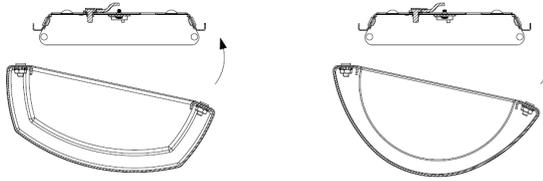

Figure 2
6. Soulever le boîtier (2) du ballast d'une main et de l'autre placer les fils dans la boîte de jonction.
8. Placez le commutateur (5) sur la position correspondant à la température de couleur souhaitée : 30K (lumière chaude), 40K (lumière froide) or 50K (lumière du jour).
9. Installez le diffuseur (4) - fixez un côté du diffuseur au boîtier, puis l'autre côté comme illustré à la fig. 2. Vérifiez que le diffuseur est engagé à fond sur les deux côtés du boîtier.
6. **Hold Fixture Housing (2) in one hand and with the other hand position wires up into junction box.**
7. **Align keyholes on back of Fixture Housing** with screws (1) previously installed in junction box. Lift fixture up, rotate clockwise and tighten screws to secure Housing Assembly against ceiling.
8. **Set up proper CCT** - position switch (5) to select color temperature of 30K (warm), 40K (cool) or 50K (day light).
9. **Install diffuser (4)** - install one side of diffuser to housing, then another side as showed in Fig. 2. Confirm that diffuser is fully engaged with both sides of housing.
6. Sostenga la caja de la luminaria (2) en una mano y coloque los alambres dentro de la caja de ensambladura con la otra mano.
8. Configure el interruptor de posición CCT adecuado (5) seleccionar la temperatura de color de 30 K (caliente), 40 K (fría) o 50 K (luz natural).
9. Instale el difusor (4): instale un lado del difusor en la carcasa y luego el otro lado, como se muestra en la Fig. 2. Asegúrese de que el difusor esté completamente acoplado a ambos lados de la carcasa.